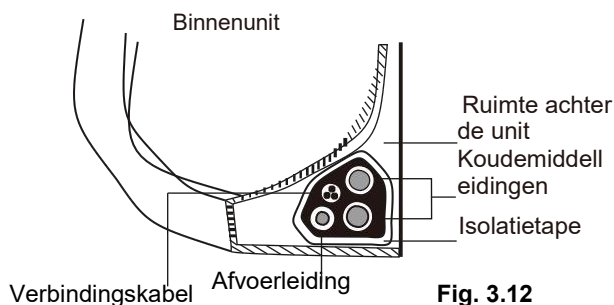

Fig. 3.12
- De afvoer- en koudemiddelleiding en de verbindingkabel samenbundelen zoals in **Fig. 3.12**.